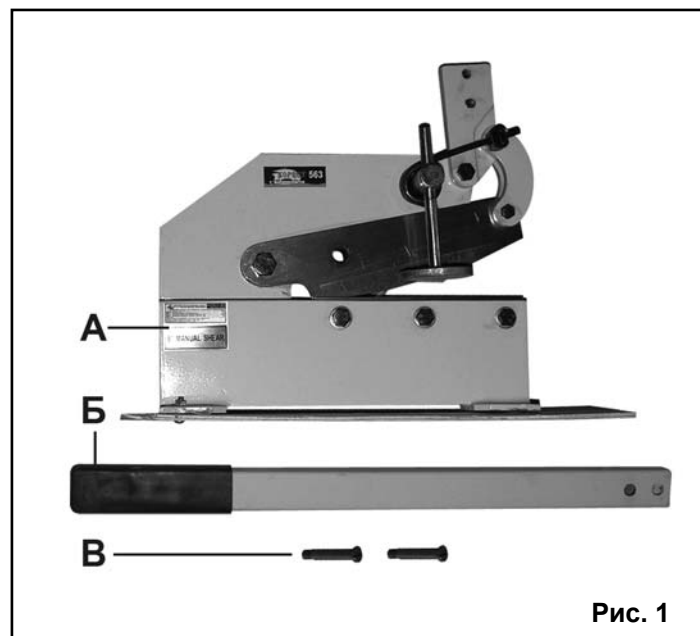
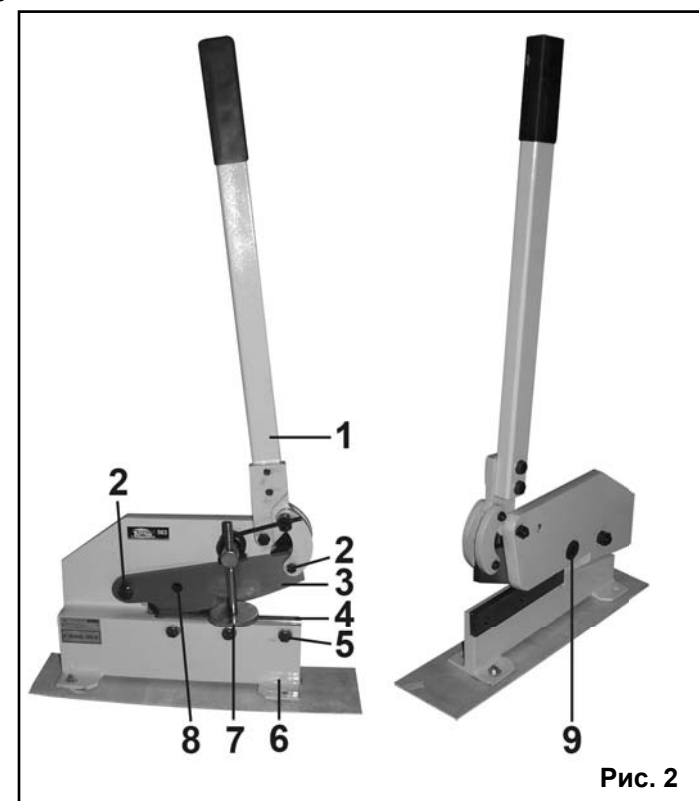

Рис. 1
Рис. 2
3. КОМПЛЕКТНОСТЬ (Рис.1)
5. УСТРОЙСТВО (Рис.2)
7. СБОРКА (Рис.2)
Установите и надежно закрепите с помощью двух винтов В (Рис.1) рычаг 1 (Рис.2).
Закрепите ножницы на прочной и устойчивой рабочей поверхности верстака с помощью болтовых соединений (не комплектуется) через монтажные отверстия в основании 6 (Рис.2).